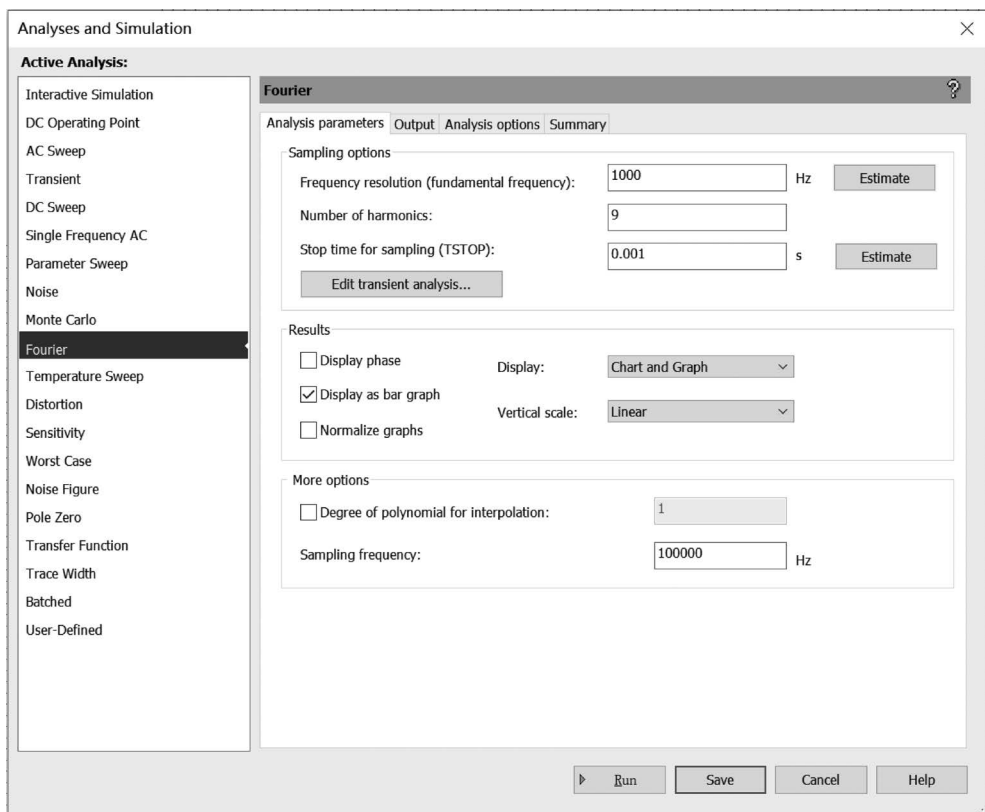

图 5.5.1 Fourier 对话框中的 Analysis parameters 选项卡
(1) 在电路工作窗口创建需进行分析的电路,单击菜单栏中 Edit 菜单下 Properties 命令,在 Sheet Visibility 选项卡下,选定 Net Names 中的 Show All 的设置,把电路中的节点标志显示到电路图上。
(2) 单击 Simulate/Analyses and Simulation/Fourier 命令,打开 Fourier 对话框如图 5.5.1 所示,在 Analysis parameters 选项卡中设置仿真参数。